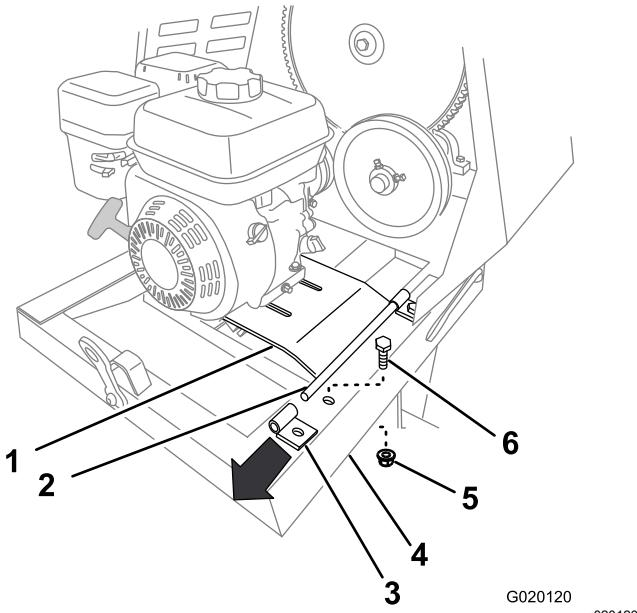

Figura 50
8. Retire el perno y la tuerca que fijan el soporte trasero de la bisagra de la chapa del motor al bastidor de la máquina (Figura 50).
9. Tire hacia arriba del borde trasero de la chapa del motor y retire el soporte de la bisagra (Figura 50).
- Sujete el soporte trasero al bastidor de la máquina usando el perno y la tuerca (Figura 50) que retiró en el paso 8 de Cómo retirar el motor (página 37).